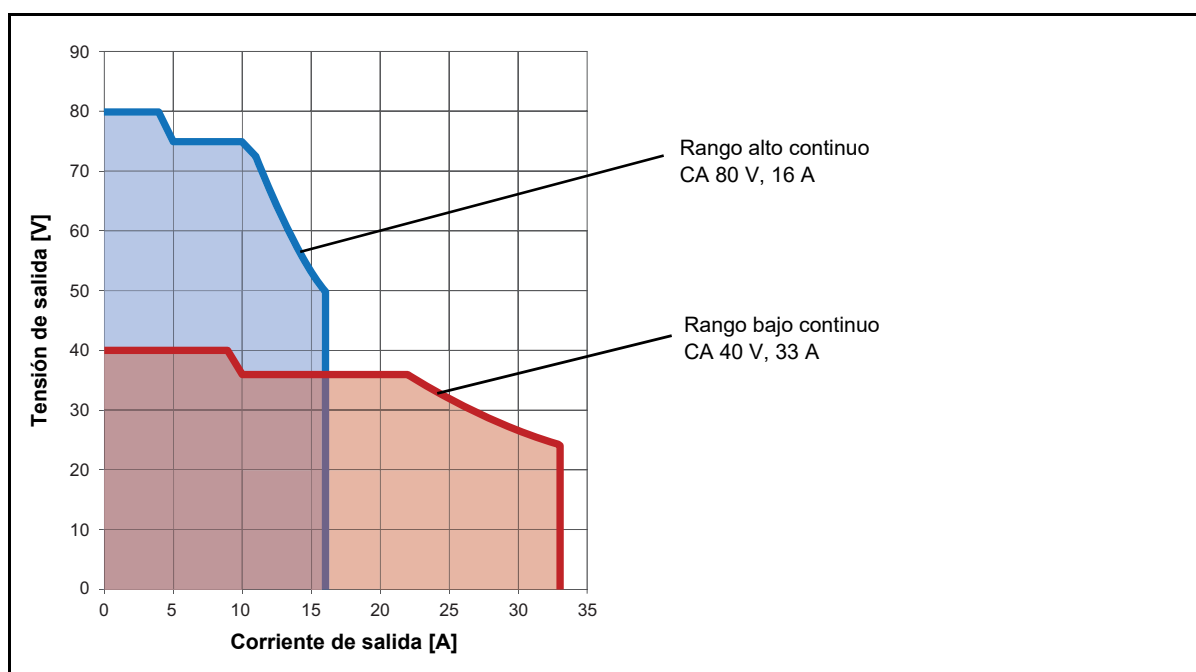

Figura 15-4: Rango de funcionamiento permitido 3 x CA 80 V 16 A
4. Véase Figura 15-4: "Rango de funcionamiento permitido 3 x CA 80 V 16 A" en la página 223
3. Véase Figura 15-4: "Rango de funcionamiento permitido 3 x CA 80 V 16 A" en la página 223